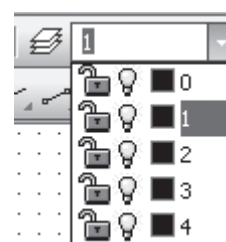

Рис. 114
5. Сделать активным первый слой (*черновик*) (рис. 114).